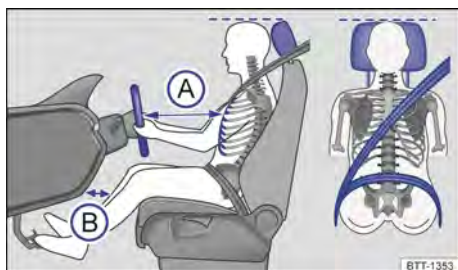

Fig. 21 Distância correta do condutor em relação ao volante, posição correta do cadarço do cinto de segurança e ajuste correto do apoio para cabeça.
- Ajustar o banco de modo que a distância entre o volante e o tórax tenha no mínimo 25 cm → Fig. 21 A e que o condutor possa segurar o volante pela borda externa com as duas mãos e os braços ligeiramente dobrados.
- Ajustar o banco do condutor na direção longitudinal de modo que os pedais possam ser acionados com as pernas ligeiramente arqueadas e a distância para o painel de instrumentos na área do joelho seja de, no mínimo, 10 cm → Fig. 21 B.
- Ajustar o apoio para cabeça de modo que a sua borda superior se encontre preferencialmente na mesma linha da parte superior da cabeça → Fig. 21 – porém não abaixo da altura dos olhos. Posicionar a parte posterior da cabeça o mais perto possível do apoio para cabeça.